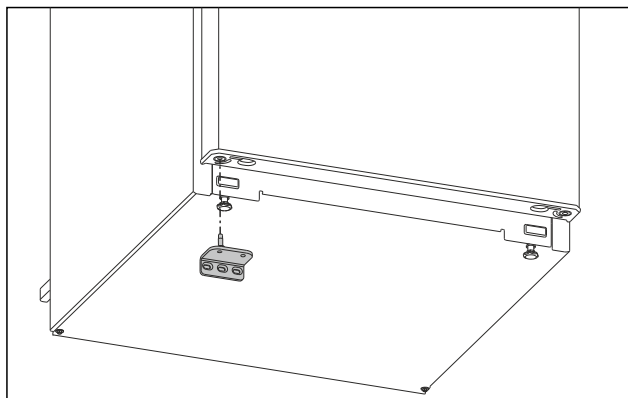

Fig. 14
- Vendosni bazamentin mbështetës të poshtëm në anën e kundërt. (shihni Fig. 14)